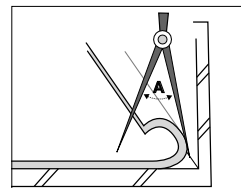

図7
- ①壁際に立ち上がっているシートを手前にめくり、デバイダーの足の1本を下地と壁の突付け部分にあてます。(図7)